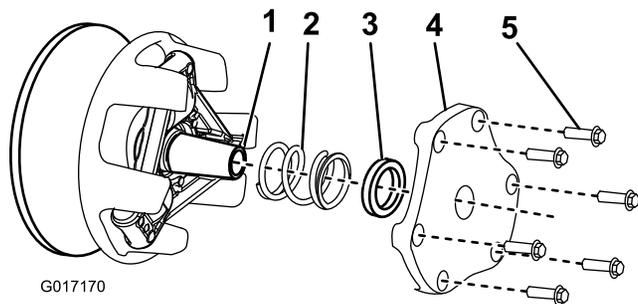

Figura 34
4. Aparte la tapa, el espaciador y el muelle (Figura 34).